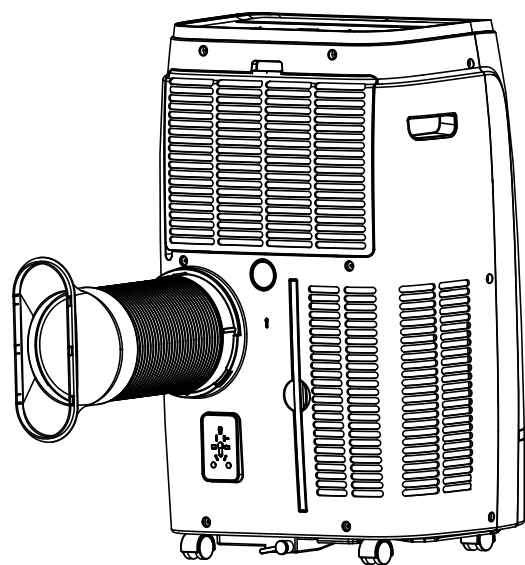

Fig. 1
1. Conecte la unión circular a la manguera, extienda la manguera lo suficiente para llegar al exterior (1,5 mt) y engánchela a la parte trasera del aire acondicionado (Fig.1)
1. Para realizar el agujero en el cristal, también es recomendable llevar el accesorio kit ojo de buey al vidrio (Fig. 1)
(Fig. 1)